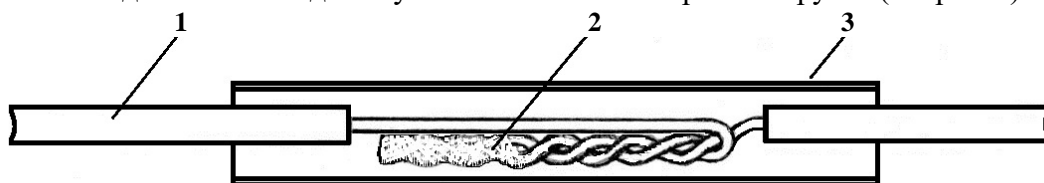

Рис. 7. Термоусаживаемая гильза установлена над скруткой жил: 1 – жила в изоляции; 2 – пропаянная скрутка жил; 3 – гильза из ТУТ 4/1.
3.9. На скрутку надвигают термоусаживаемую гильзу. Концы гильзы должны закрывать изоляцию жил на одинаковых по длине участках по обеим сторонам скрутки (см. рис. 7).